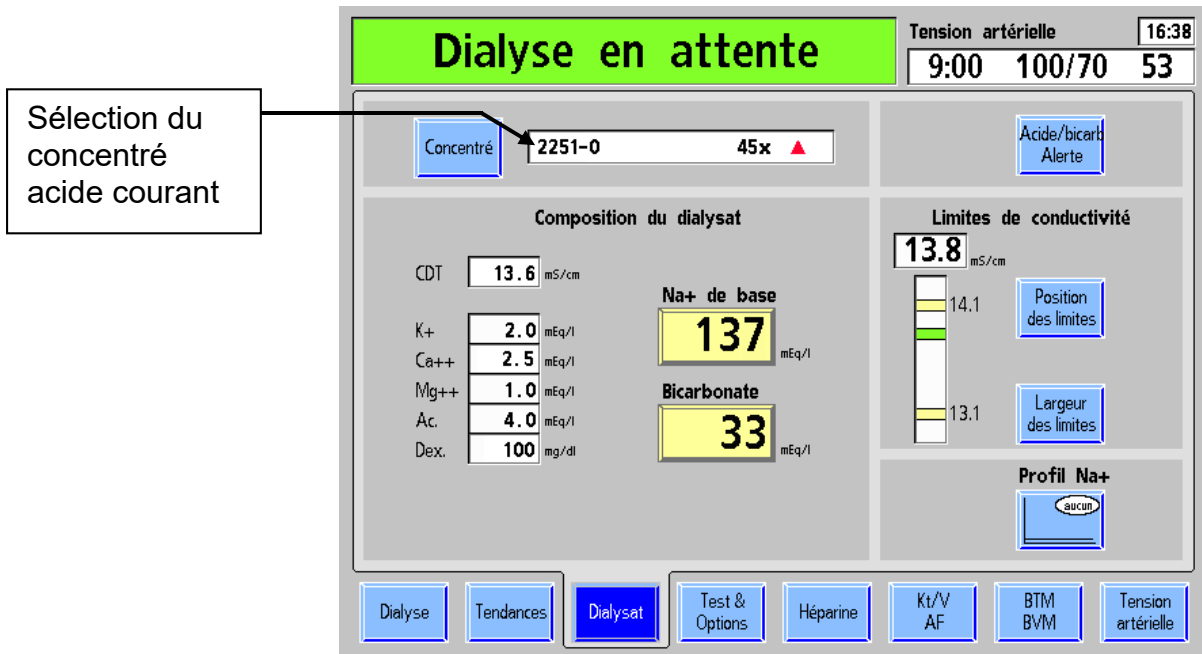

Figure 20 – Écran Dialysat
3. Si l'appareil est préparé en vue d'une dialyse normale, appuyez sur le bouton **Dialyse** de l'écran tactile. Le moniteur affiche alors l'écran « Dialysat » (reportez-vous à la Figure 20).